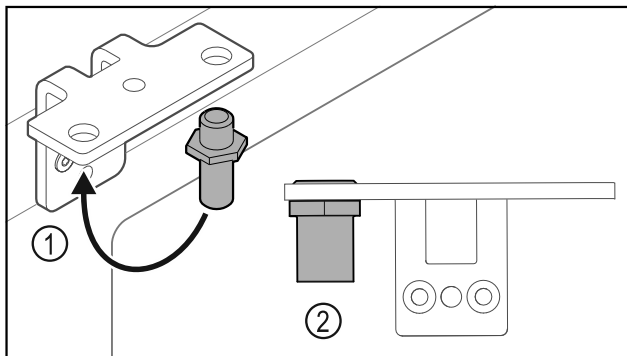

Fig. 34
- ▶ Paigutage polt Fig. 34 (1) šarniirnurgikus ümber.
- ▶ Pingutage polt Fig. 34 (2) pöördemomendiga 12 Nm kinni.